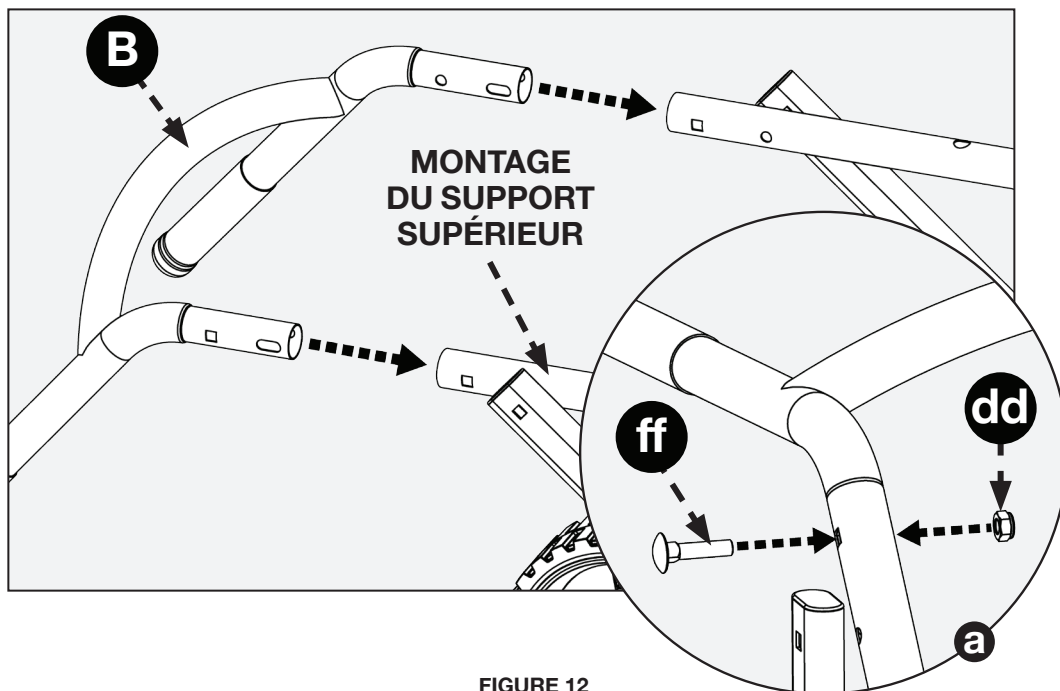

FIGURE 12
Insérer la poignée du support (B) dans l'ensemble du support supérieur (I) tel que représenté à la figure 12.